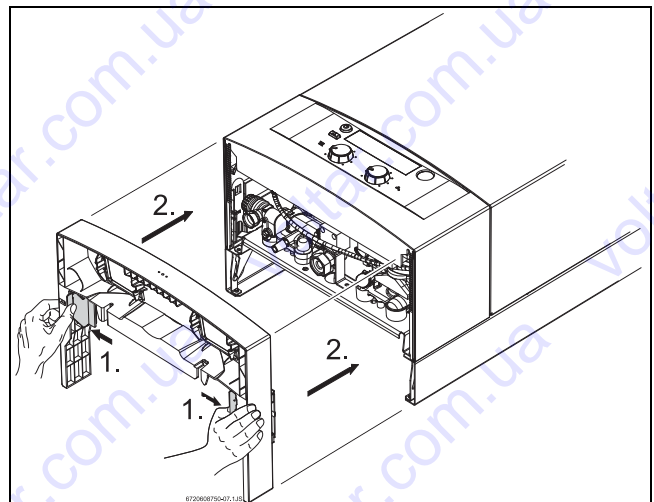

Рис. 12 Положение установки декоративной панели
- ▶ Установить декоративную панель, как показано на рис. 12.